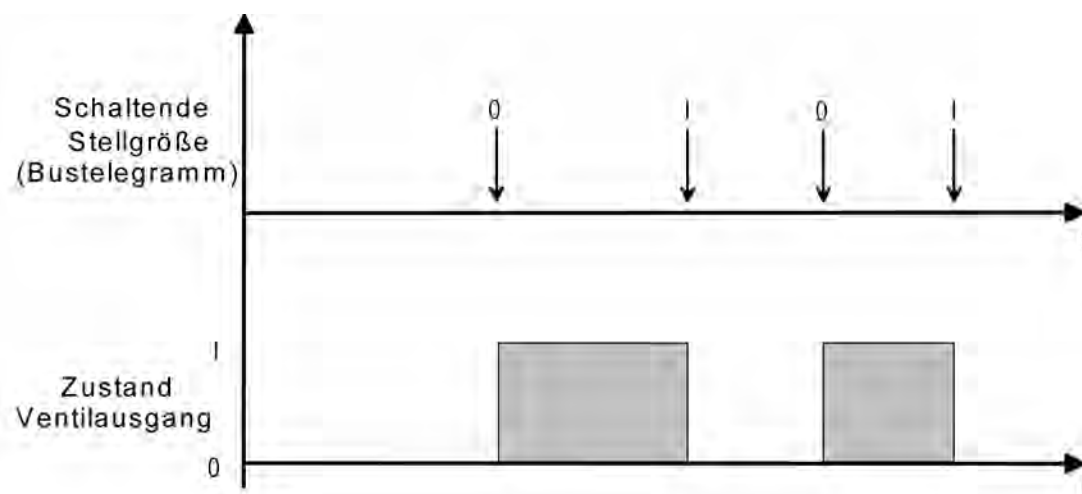

Bild 38: Umsetzung einer schaltenden Stellgröße in ein Ausgangssignal bei stromlos geöffneten Ventilantrieben (Beispiel)
- Den Parameter "Ventil-Wirksinn (Ventil im stromlosen Zustand)" einstellen auf "geöffnet". Bei schaltenden Stellgrößen wird das über das Objekt "Stellgröße" empfangene Schalttelegramm direkt an den Ausgang weitergeleitet. Bei einem empfangenen "EIN"-Telegramm wird der Ausgang nicht bestromt und somit das Ventil vollständig geöffnet. Das Ventil wird durch Einschalten des Ausgangs vollständig geschlossen, wenn ein "AUS"-Telegramm empfangen wird (Bild 38).